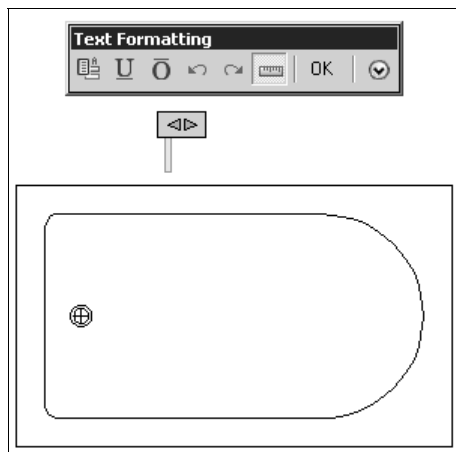
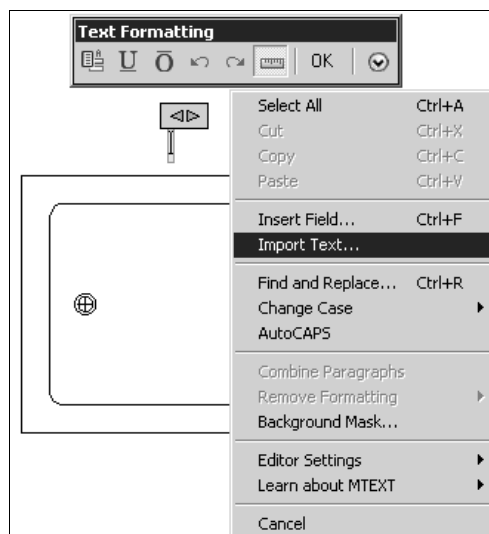

Рис. 16.12. Редактор многострочных атрибутов
Рис. 16.13. Контекстное меню для создания атрибута в редакторе многострочных атрибутов
- Если в разделе **Mode** (Режим) установлен флажок **Multiple lines** (Несколько строк), то для создания значения атрибута можно воспользоваться редактором атрибутов (рис. 16.12), который вызывается щелчком на кнопке  **Open Multiline Editor** (Открыть редактор атрибутов). Этот редактор является упрощенной версией редактора многострочного текста, который позволяет вводить и выравнивать текст, подчеркивать и надчеркивать его, а также создавать поля. С помощью контекстного меню (рис. 16.13) можно импортировать текст из файлов, создавать фон и вставлять содержимое буфера обмена.